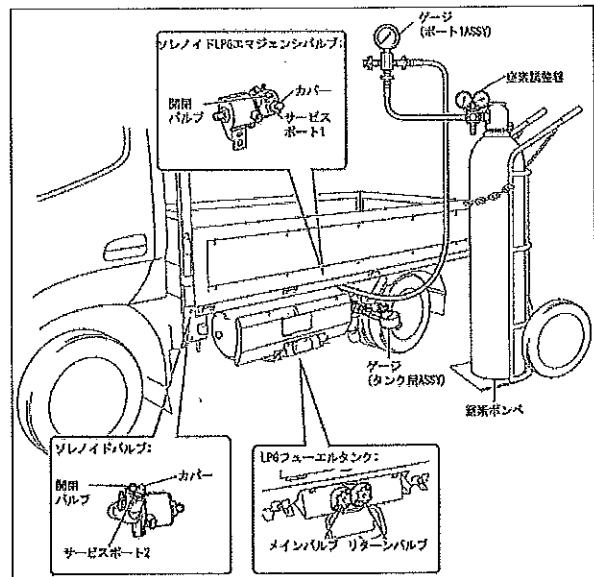

図2
(ポート1 ASSY)を接続する。(図2参照)
リターンバルブを全閉にする。(図2参照)
- ゲージ(ポート1 ASSY)のバルブ A、B を全開にして窒素ガスを配管に封入する。(図1、図2参照)
- ・石けん水で、サービスポート1とゲージ(ポート1 ASSY)の接続部に漏れが無いことを確認する。(図1、図2参照)
f. 窒素ガス充てん圧力が設定圧力まで上昇したら、ゲージ(ポート1 ASSY)のバルブ A を全閉する。(図1、図2参照)
- サービスポート1の開閉バルブ(二面幅6mm 六角スクリュ)を開く。(図2参照)
- b. IG ON して、ソレノイドバルブを開弁させる。(図2参照)
- c. LPG フューエルタンクのリターンバルブを開け、約5秒後に全閉する。(図2参照)
- a. サービスポート1の開閉バルブ(二面幅6mm 六角スクリュ)を全閉する。(図2参照)
- b. ゲージ(ポート1 ASSY)のバルブ A を全閉であることを確認する。(図1、図2参照)
- d. ゲージ(ポート1 ASSY)のバルブ A を全開にして窒素ガスを配管に封入する。(図1、図2参照)
- e. 窒素ガス充てん圧力が設定圧力まで上昇したら、ゲージ(ポート1 ASSY)のバルブ A を全閉する。(図1、図2参照)